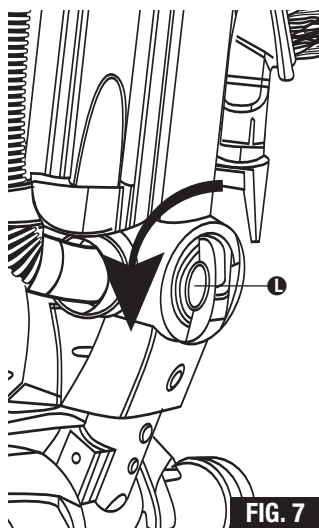

FIG. 7
- Step 2:** Turn the hose actuator valve **(L)** counter clockwise to direct air from the floor nozzle to the hose end (FIG. 7).
- Paso 2:** Haga girar hacia arriba e izquierda la válvula que acciona **(L)** la manguera para dirigir el aire desde la boquilla para pisos hacia el extremo de la manguera (FIG. 7).